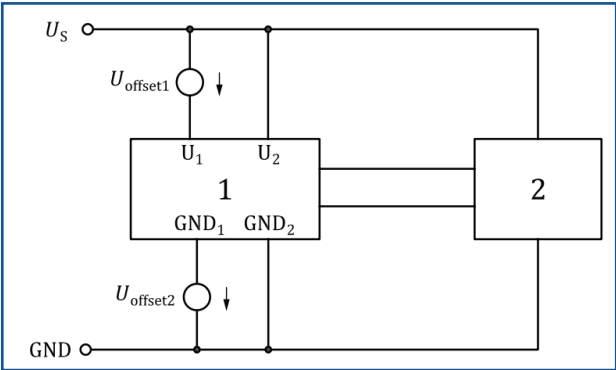

图18-具有两条接地/电源路径的DUT上的接地参考和电源偏移示例
- 如果存在两个或两个以上的供电路径，该测试用于验证组件的可靠运行(注意，这并不一定等同于冗余电源馈送到被测设备)。例如，一个组件可以有一个电源地和一个信号地，它们是不同的电路上的输出(例如，对于具有两个接地连接和两个电源连接的被测设备，如图18所示)。
- 偏移量应分别应用于每条接地/供电线路(见图18)，并应对每条可能的接地/供电线路组合重复测试。对于测试覆盖率的概述，创建一个显示可能组合的测试矩阵是可取的。表17给出了这样一个测试矩阵的例子。